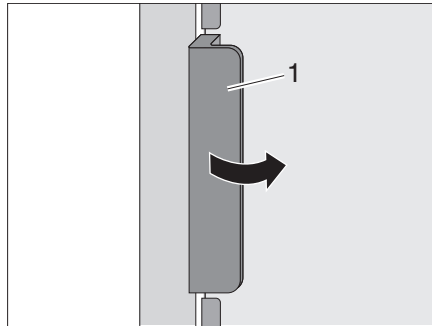
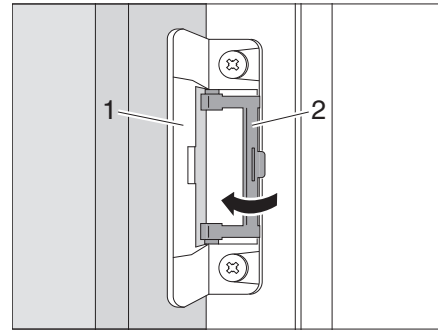

Fig. 344 Abrir la puerta del frigorífico
Fig. 345 Bloquear la posición de ventilación
Abrir: ■ Abrir la puerta del frigorífico con el tirador (Fig. 344,1). El bloqueo (Fig. 345,1) se abre automáticamente.
■ Soltar el bloqueo (Fig. 345,2).